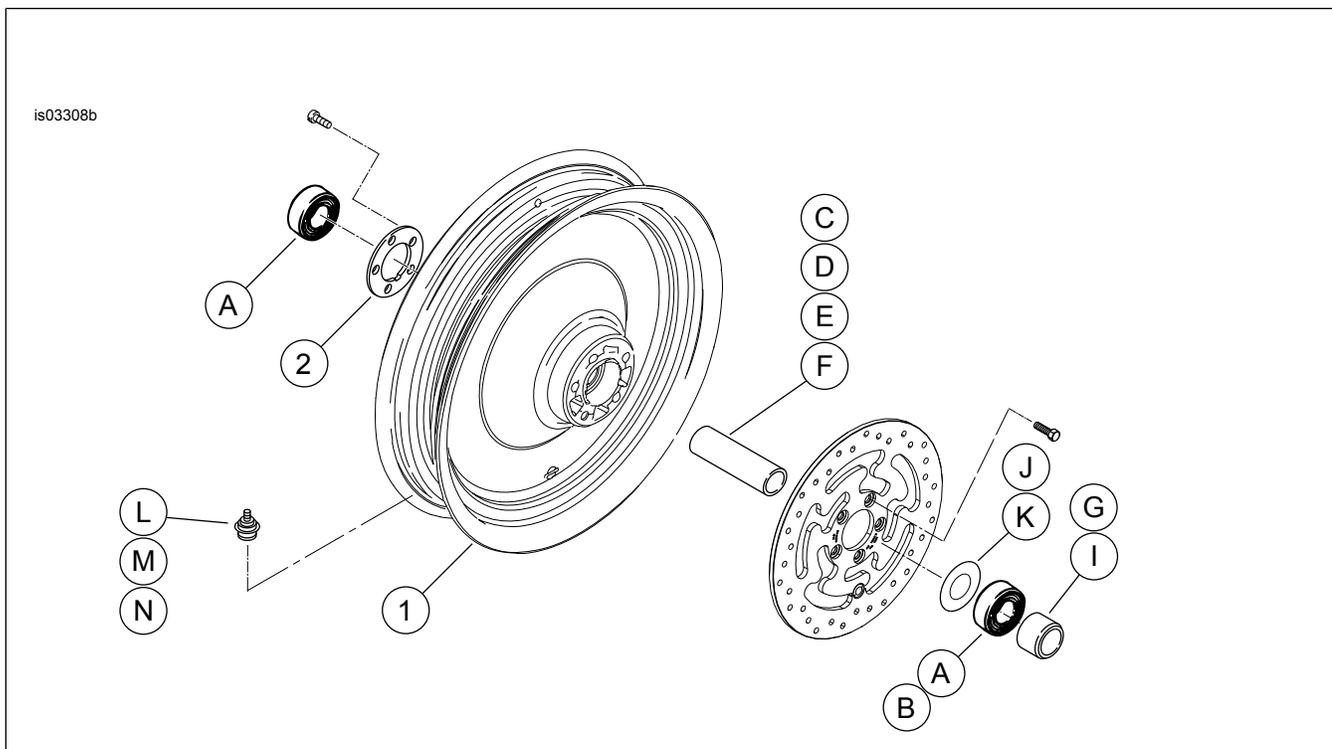

Figura 1. Piezas de servicio: Ruedas delanteras de centro lleno
2. Vea Figura 1. Instale el conjunto del vástago de la válvula (L, M o N) en la rueda. Vea NEUMÁTICOS en el Manual de servicio.